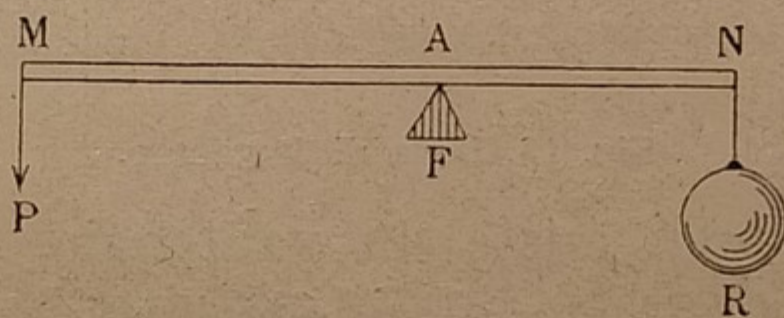

Fig. 11. Leva di 1° genere.
20. **La leva.** — La leva è un'asta rigida appoggiata o fissata ad un punto detto *fulcro*. Se il fulcro è compreso fra la potenza e la resistenza la leva chiamasi di *1° genere* (fig. 11).